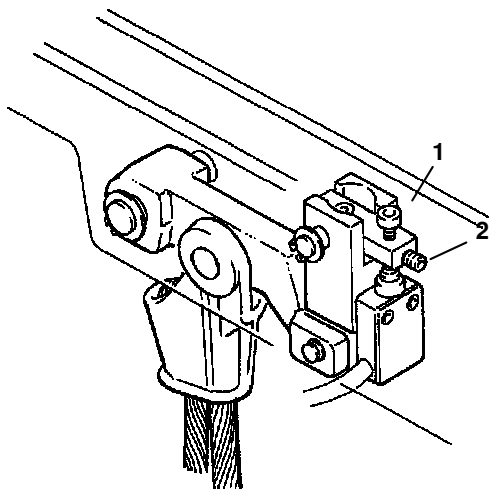

Abb. 100
- Die Überlastsicherung des E-Zugs DRH wurde von der Gesellschaft **DONATI SOLLEVAMENTI S.r.l.** entsprechend eingestellt und geeicht, wobei die **Tragfähigkeit der für den E-Zug vorgesehenen FEM-Gruppe** berücksichtigt wurde. Nach der Prüfung wurde die Mikrometerschraube **-1-** zur Einstellung der Eichwerte mit dem Gewindestift **-2-** blockiert und **gegen falsche Handhabung versiegelt** (Abb. 100).